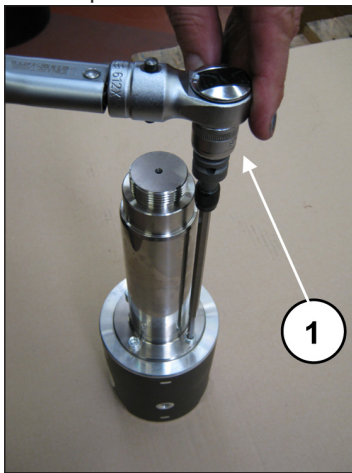

Abb. 51
Spannen Sie die Pleueiführung mithilfe des speziellen Werkzeugs in einen Schraubstock und eichen Sie die Schrauben mit einem Drehmomentschlüssel (Pos. ①, Abb. 51) gemäß Angaben in Kapitel 3.